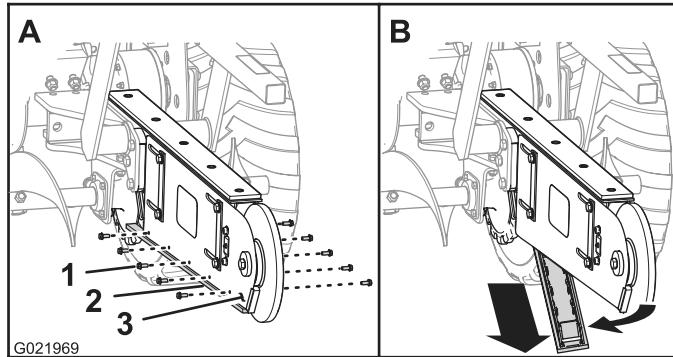

Figure 40
- Retirez les 10 boulons qui fixent le profilé d'usure aux côtés inférieurs gauche et droit de l'élinde (Figure 40).
- Déposez le profilé d'usure de la trancheuse (Figure 40).
- Alignez les trous du profilé d'usure neuf sur les trous dans les côtés inférieurs gauche et droit de l'élinde (Figure 40).
- Fixez le profilé d'usure au bas de l'élinde au moyen des boulons retirés précédemment (Figure 40).